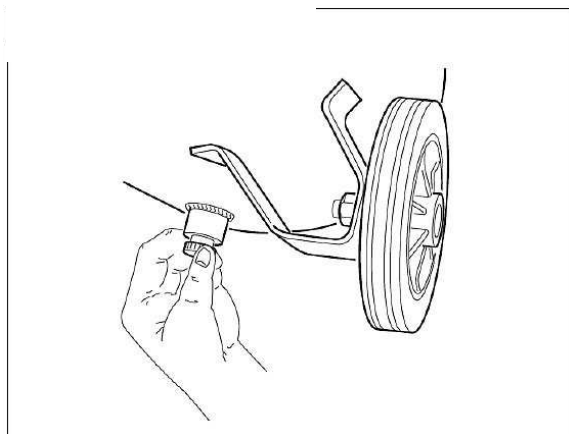

Fig. 15: Drenaje
Paso 4: Vaciar el agua condensada abriendo la válvula debajo del depósito (6, Fig. 7 y Fig. 15). Volver a cerrar la válvula cuando sólo salga aire sin agua condensada. Para ello es necesario llevar guantes de protección. Se recomienda un recipiente plano para recoger el agua condensada.